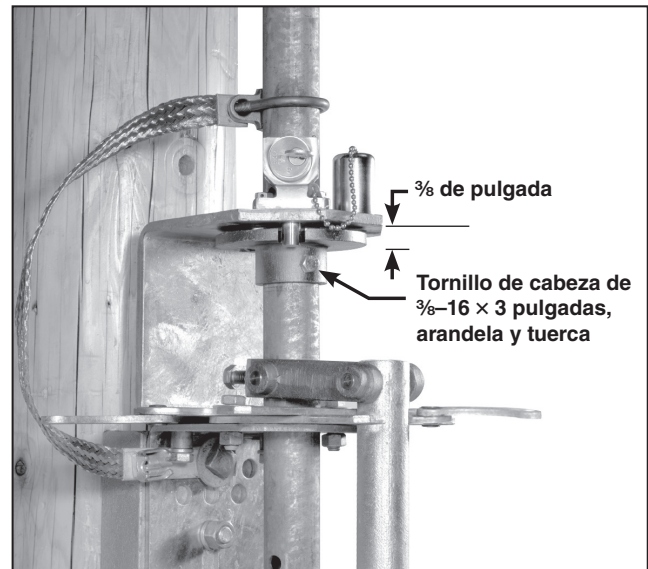

Figura 26. Sujeción del disco de bloqueo.
**PASO 25.** Sostenga el disco de bloqueo  $\frac{3}{8}$  de pulgada debajo de la ménsula de interbloqueo y perforo orificios de  $\frac{3}{16}$  de pulgada de diámetro a través de la sección del tubo de operación vertical utilizando los orificios del collarín del disco de bloqueo como pilotes. Sujete el disco de bloqueo al tubo utilizando el tornillo de cabeza de  $\frac{3}{8}$ -16  $\times$  3 pulgadas, la arandela y la tuerca proporcionados. Vea la Figura 26.